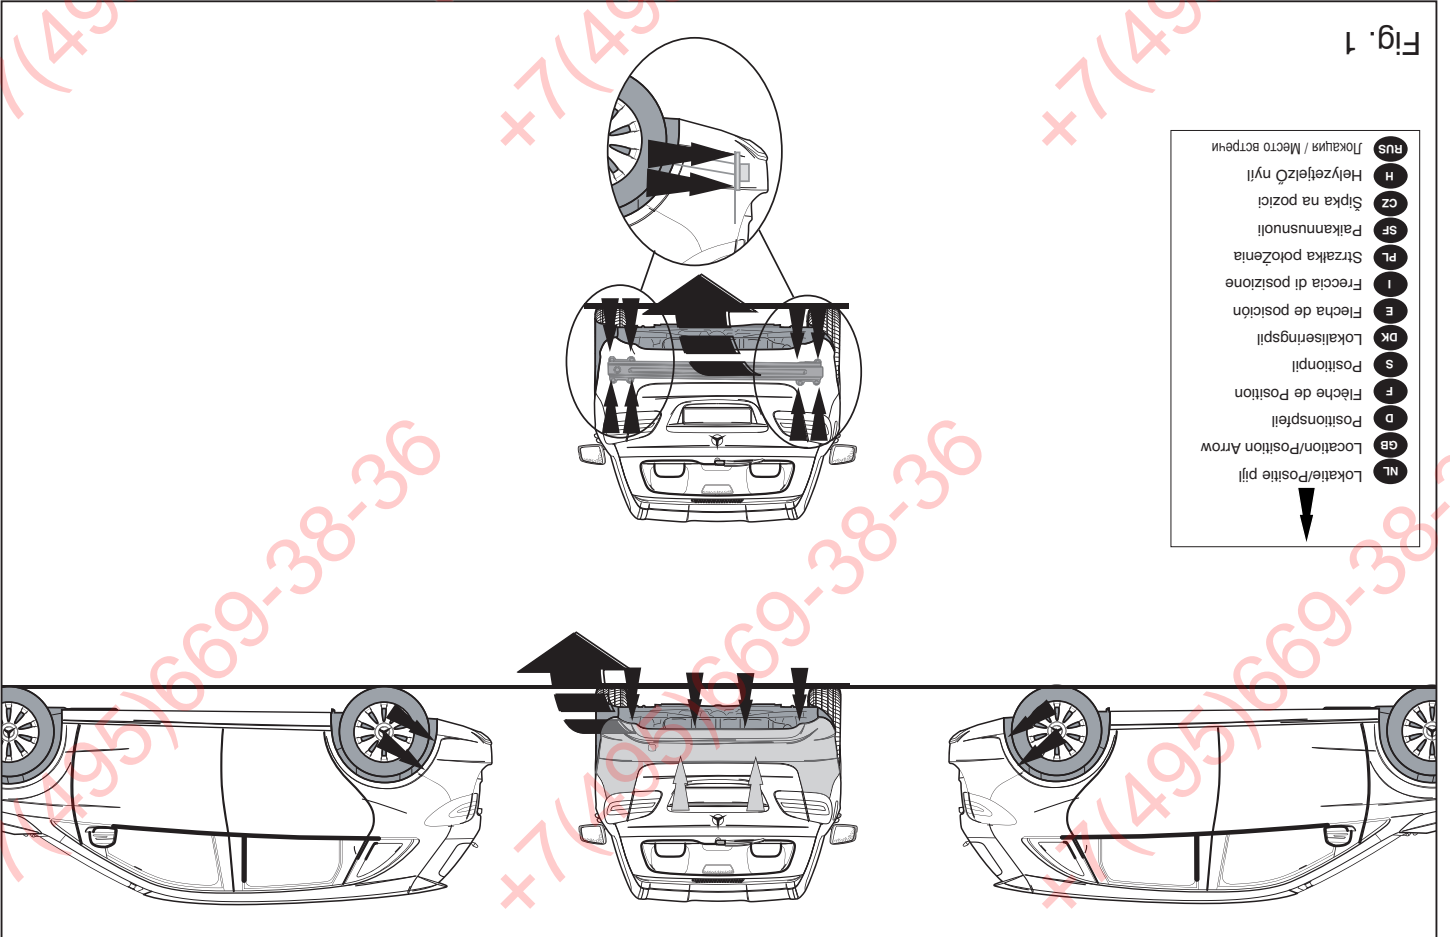

Fig. 1
1. Demonteer de bumper. (zie fig. 1)
4. Demonteer de stalen stootbalk van het voertuig, de stootbalk wordt niet meer gebruikt. (zie fig. 1)
1. Remove the bumper (see fig. 1).
4. Remove the steel buffer beam from the vehicle. The buffer beam will no longer be needed (see fig. 1).
1. Die Stoßstange abmontieren (siehe Abb. 1).
4. Die Stoßstange einschließlich des stählernen Stoßbalkens vom Fahrzeug abmontieren. Der Stoßbalken wird nicht mehr benötigt (siehe Abb. 1).
1. Démontez le pare-chocs (voir la fig. 1).
4. Déposer le pare-chocs du véhicule y compris la traverse en acier ; la traverse ne sera plus utilisée (voir la fig. 1).
1. Demontera stöttagaren (se fig. 1).
4. Demontera stötfångaren inklusive stötanden av stål från fordonet, stötanden förfaller (se fig. 1).
1. Demonter kofangeren (jævnfør fig. 1).
4. Demonter kofangeren, inklusive køretøjets stålstødbjelke. Denne bliver overflødig (jævnfør fig. 1).